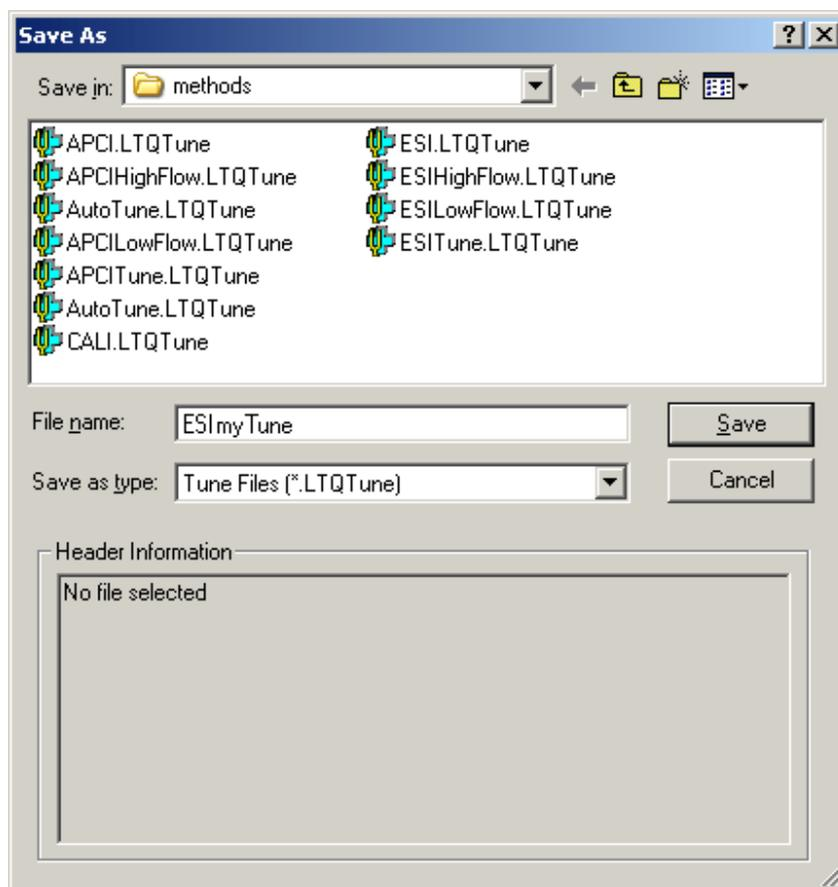

图3-12. Save As 对话框，图中所示是在C:\Xcalibur\methods文件夹中的文件。
1. 选**File > Save As** 显示 Save As对话框. 看图 3-12.